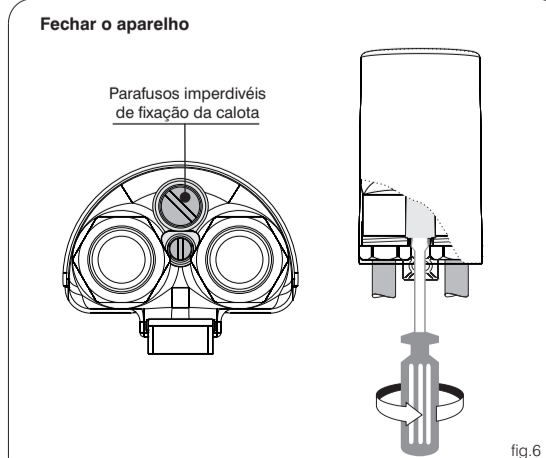

fig. 6
- Fixar a calota fechando os parafusos da parte inferior da base, rodar os parafusos até a calota tocar na guarnição e garantir o encerramento hermético (fig. 6).